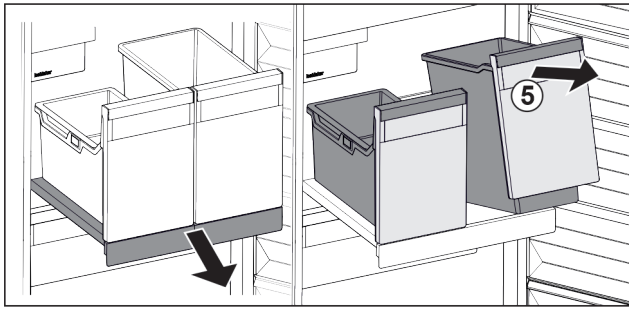

Fig. 118
- ▶ Sollevare il contenitore Fig. 118 (5) dal lato anteriore.